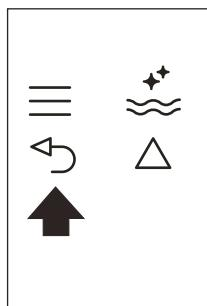

Fig. 25
- Apăsați de două ori pe pictograma \leftarrow (B6) (Fig. 25) pentru a ieși din meniu.